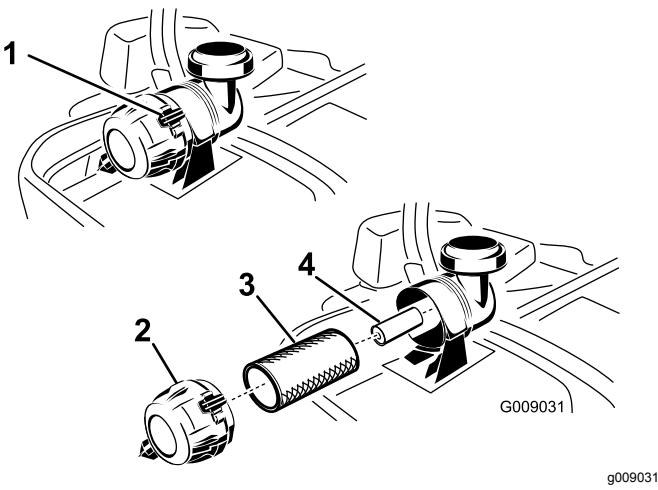

Bild 42
4. Lösen Sie die Halteklemmen am Luftfilter und ziehen Sie die Luftfilterabdeckung vom Luftfiltergehäuse ab (Bild 42).
6. Schieben Sie den Hauptfilter vorsichtig aus dem Luftfiltergehäuse heraus (Bild 42).
2. Wenn Sie den inneren Filter auswechseln, schieben Sie ihn vorsichtig in das Filtergehäuse (Bild 42).
3. Schieben Sie den Hauptfilter vorsichtig auf den Sicherheitsfilter (Bild 42).
4. Setzen Sie die Luftfilterabdeckung auf (Entlüfterdeckel nach unten) und drehen sie so, dass die Halteklemmen in der Abdeckung einrasten (Bild 42).